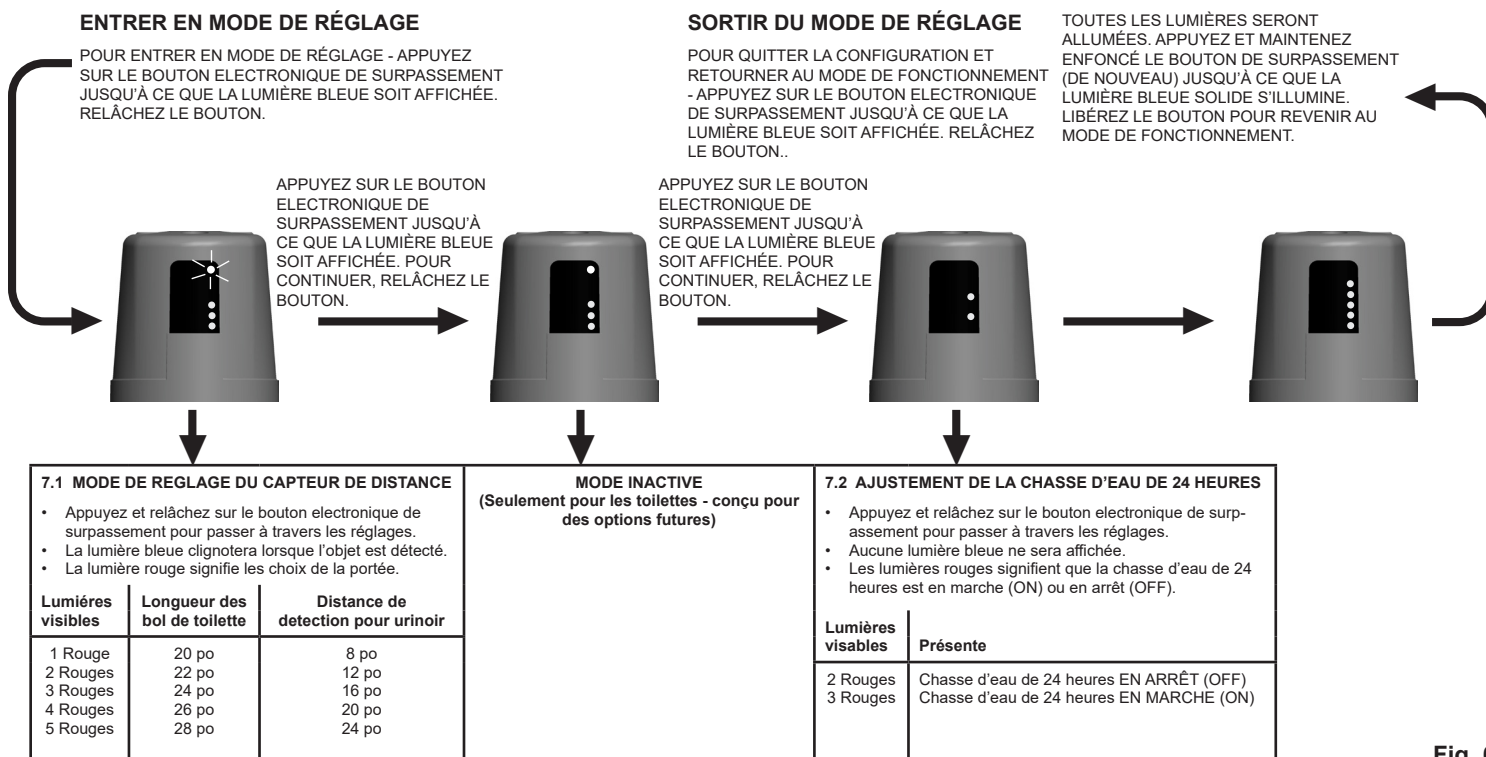

Fig. 6
- Lorsqu'il est en mode de réglage, l'utilisateur se déplace à travers les différents modes de réglages, un par un, dans l'ordre tel que décrit cidessus. Utilisez le bouton électronique de surpassement pour basculer entre les différents réglages de la fonction de réglage qui est modifiée. Pour passer au mode de réglage suivant, appuyez sur le bouton électronique de surpassement jusqu'à ce que la lumière bleue soit affichée, puis relâchez le bouton. Voir la Figure 6.
- Configurer les distances de detection en sélectionnant la longueur du bol approprié. Se referer a la figure 6 pour les references sur le reglage pour la longueur du bol.
- Chaque fait que le bouton electronique de surpassement est enfoncé ont avance aux prochain choix de longueur/distance. (Voir la figure 6 pour la liste des distances.)